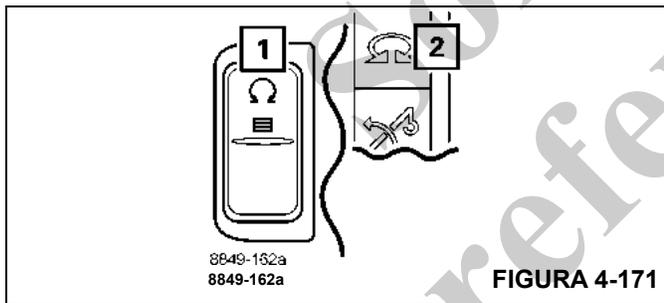

FIGURA 4-171
- Presione el botón (1), (Figura 4-171), una vez.
- El símbolo (2), (Figura 4-171), se torna de color verde si se activa la corona de giro.